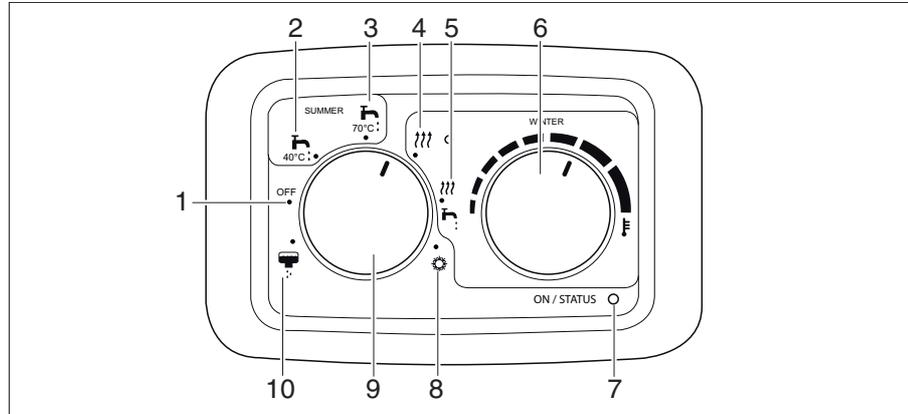

Fig. 215 Panel Webasto calefacción del gasóleo
El aparato de calefacción se utiliza para la preparación de agua potable caliente. El agua se calienta y se mantiene a una temperatura de 40 °C ó 70 °C. El ventilador calefactor para la calefacción del habitáculo no está activado. Si la temperatura del agua cae por debajo de un valor determinado, la combustión se inicia de nuevo. El indicador (Fig. 215,7) en el elemento de mando luce verde, hasta que el dispositivo está conectado.
- Poner el selector de funcionamiento (Fig. 215,9) en modo de verano, la temperatura del agua en 40 °C (Fig. 215,2) o en 70 °C (Fig. 215,3).
El indicador de rendimiento (Fig. 215,7) luce verde y el indicador en el selector de funcionamiento (Fig. 215,9) se enciende de color rojo.
- Poner el selector de funcionamiento (Fig. 215,9) en "Off" (Fig. 215,1).
- Poner el selector de temperatura interior (Fig. 215,6) en el ajuste del termostato deseado para la temperatura interior.
- Poner el selector de funcionamiento (Fig. 215,9) en modo de invierno, calefacción sin calentamiento de agua (Fig. 215,4).
El indicador de rendimiento (Fig. 215,7) luce verde y los indicadores en el selector de funcionamiento (Fig. 215,9) y el selector de temperatura interior se encienden de color rojo.
- Poner el selector de funcionamiento (Fig. 215,9) en modo de invierno, calefacción con calentamiento de agua (Fig. 215,4).
La caldera no tiene agua y modo de invierno, se selecciona calefacción con calentamiento de agua, en el elemento de mando se emite una advertencia. El LED verde junto a modo de invierno, calefacción con calentamiento de agua (Fig. 215,4) comienza a parpadear.